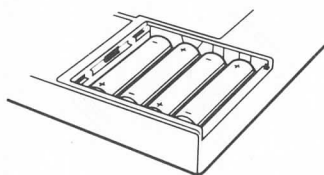

Figure 1-2
- 2) Installez quatre piles de taille AA entre les contacts en disposant les polarités comme il est indiqué au fond du logement: référez-vous à la Figure 1-2. (Otez les vieilles piles avant de les remplacer.)